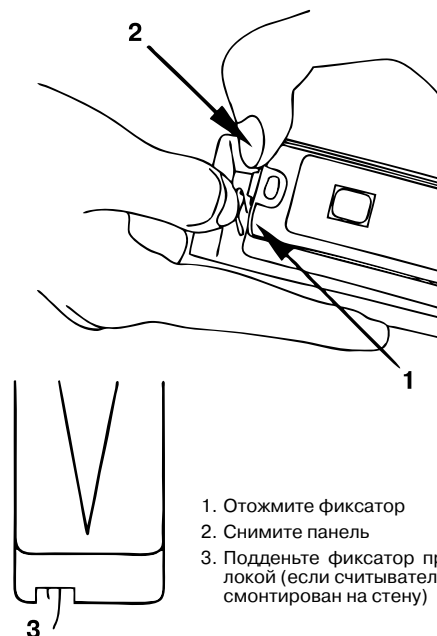

Рисунок 2
1. Отожмите фиксатор, расположенный в нижней части внешней панели, который удерживает внешнюю панель считывателя, как показано на рис. 2. Если Вы хотите произвести замену внешней панели у смонтированного считывателя, подцепите фиксатор проволокой или скобой, как показано на рис. 2